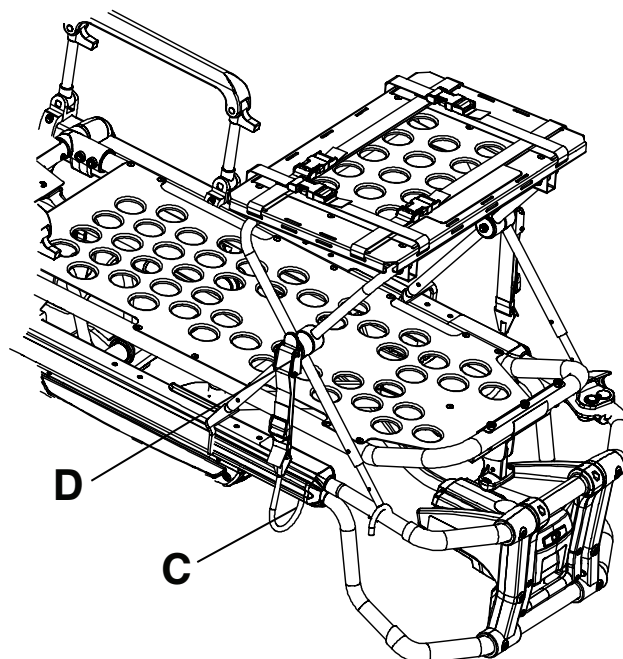

Рисунок 27 – Размещение крюка защелки (представлена модель 6506)
6. Поместите крючок защелки (C) под раму кушетки или фиксатор ногового конца и нажмите на язычок (D) так, чтобы он зафиксировался с одной стороны со щелчком (Рисунок 27). Повторите действие с другой стороны. В